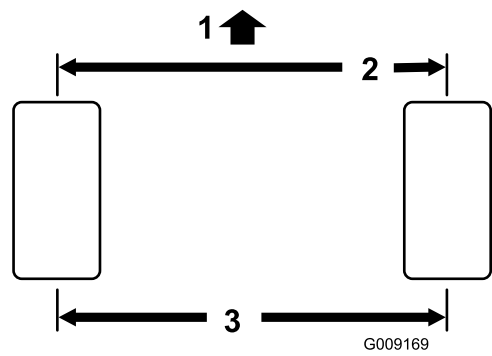

Bild 55
2. Messen Sie den Abstand vorne und hinten an den Lenkreifen Mitte-zu-Mitte (auf Achshöhe). Bild 55 Der Abstand muss zwischen $0 \text{ mm} \pm 3 \text{ mm}$ vorne am Reifen im Vergleich zu hinten am Reifen liegen. Drehen Sie den Reifen um 90° Grad und prüfen Sie den Abstand erneut.